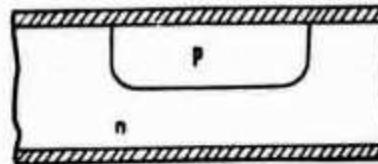

Figure 7
- Dans un four à 1200°C en présence de vapeur d'eau, la rondelle se recouvre à nouveau totalement de silice qui, dans toutes ces opérations, joue un rôle protecteur (fig. 7).